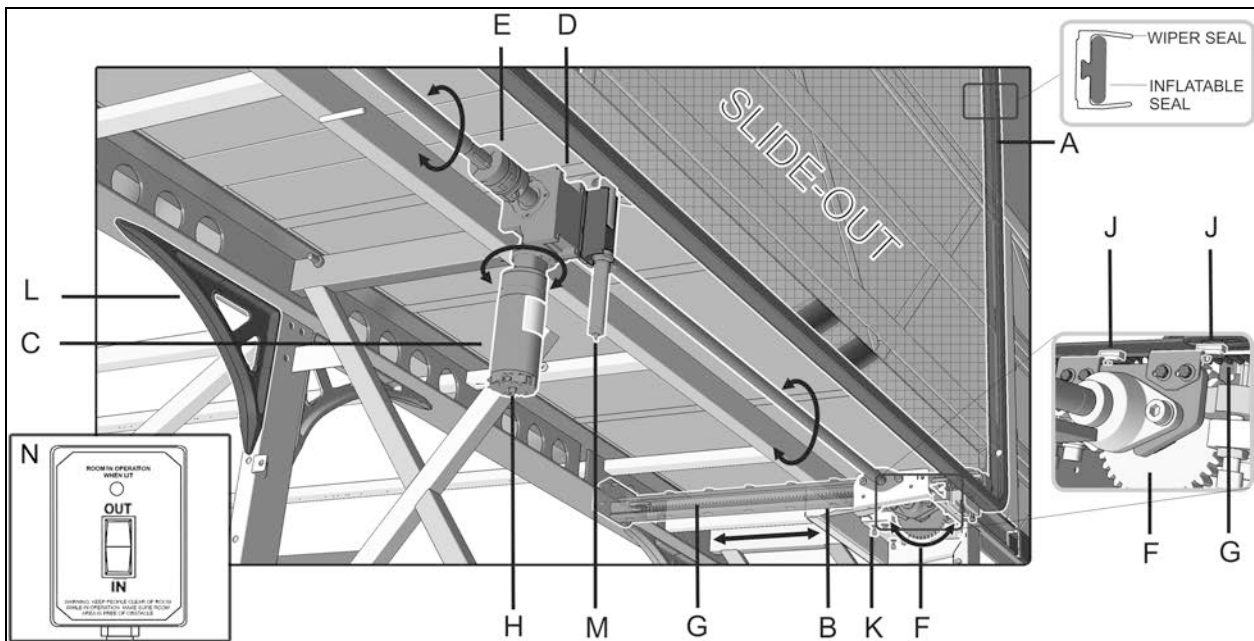

FIGURE 2: APERÇU DU MÉCANISME TYPIQUE
Chaque extension est déplacée vers l'intérieur et l'extérieur sur des rails qui reposent sur des paliers linéaires Figure 2, (B). L'énergie provient d'un moteur électrique (C). Il est orienté verticalement ou horizontalement. Le moteur entraîne un réducteur de vitesse à angle droit (D).